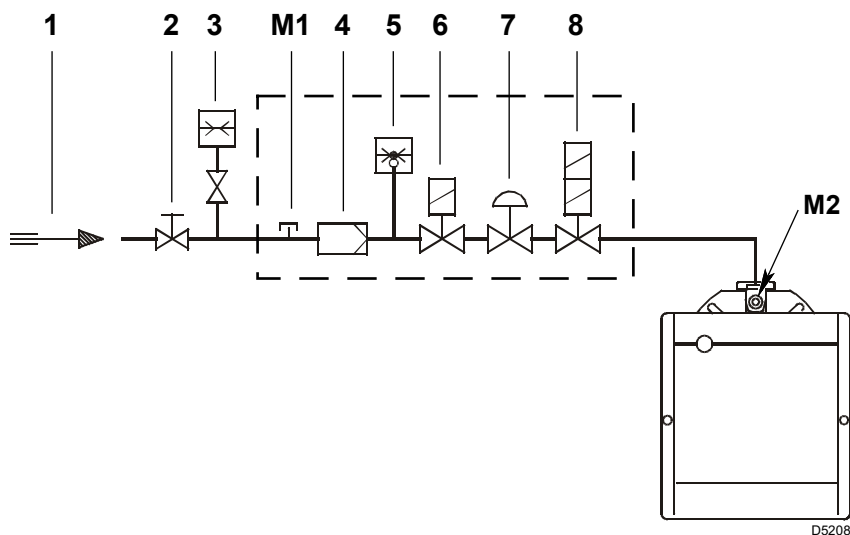

Fig. 16
Leyenda (Fig. 16)
Presión del gas medida en la toma M2)(Fig. 16), con:
- sustraer de la presión del gas en la toma M2)(Fig. 16) la presión en la cámara de combustión.
Para conocer la presión del gas necesario en la toma M2)(Fig. 16), fijada la potencia máxima de modulación a la cual se desea que funcione el quemador:
- Leer a la derecha, columna 1, la presión en la toma M2)(Fig. 16).